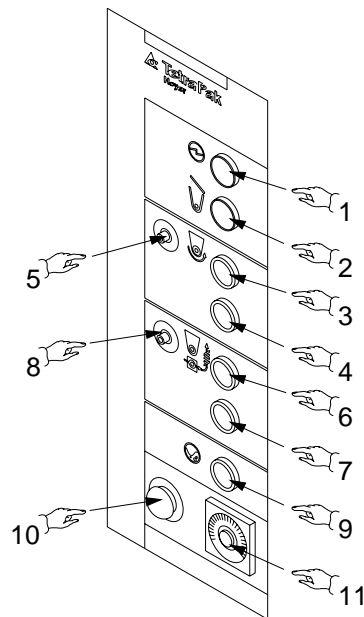
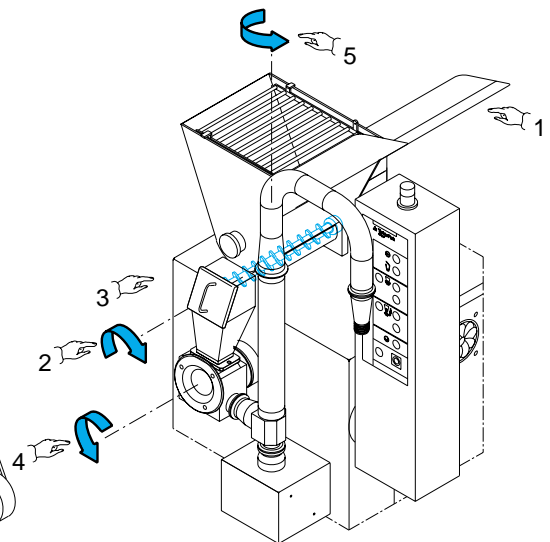

Fig. 3.4
Fig. 4.7
Premere il pulsante luminoso (Pos. 3 Fig. 3.4) per avviare il motore. Verificare, alzando il coperchio della tramoggia principale (Pos. 1, Fig. 4.7) che il senso di rotazione della coclea sia orario (Pos. 2, Fig. 4.7). Premere il pulsante luminoso (Pos. 4 Fig. 3.4) per fermare il motore.
3.4) per avviare i motori. Verificare, alzando il coperchio della tramoggia secondaria (Pos. 3, Fig. 4.7) che il senso di rotazione delle lamelle sia antiorario (Pos. 4, Fig. 4.7). Verificare, dall'alto, che il mescolatore in linea ruoti in senso antiorario (Pos. 5, Fig. 4.7). A tal fine è opportuno scollegare la riduzione da 2" a 1 1/2" prestando particolare attenzione per evitare lo schiacciamento di parti del corpo durnate la rotazione delle lame del mescolatore. Premere il pulsante luminoso (Pos. 7 Fig. 3.4) per fermare il motore.
A motori avviati, verificare infine il corretto funzionamento del pulsante di arresto emergenza (Pos. 10 Fig. 3.4). In caso di malfunzionamento, contattare immediatamente uno dei nostri Centri di Assistenza.